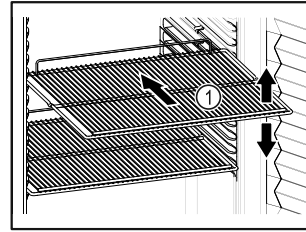

Fig. 61 Représentation à titre d'exemple
- Lorsque les grilles de support Fig. 61 (1) peuvent être déplacées, changez leur position en fonction de la hauteur des aliments.